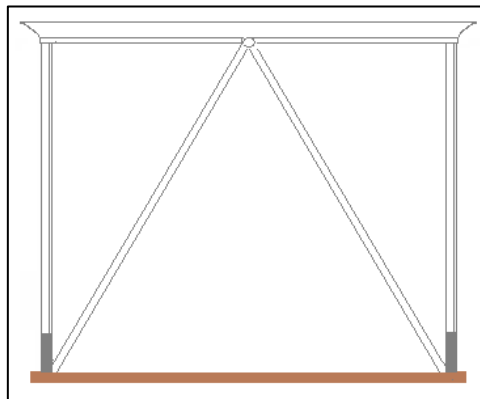

Fig. 2. Controvento a V
- a V (fig. 2): funzionamento e statica speculari al precedente. Anche qui, le aste lavorano insieme in trazione e in compressione. Permette un parziale passaggio nella campata.